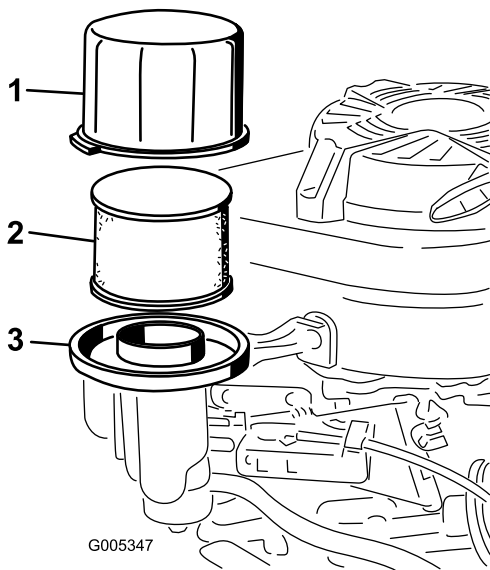

Figura 20
3. Retire la tapa y límpiela a fondo (Figura 20).
4. Retire el pre-limpiador de gomaespuma y el filtro de aire de papel de la base del limpiador de aire (Figura 20).